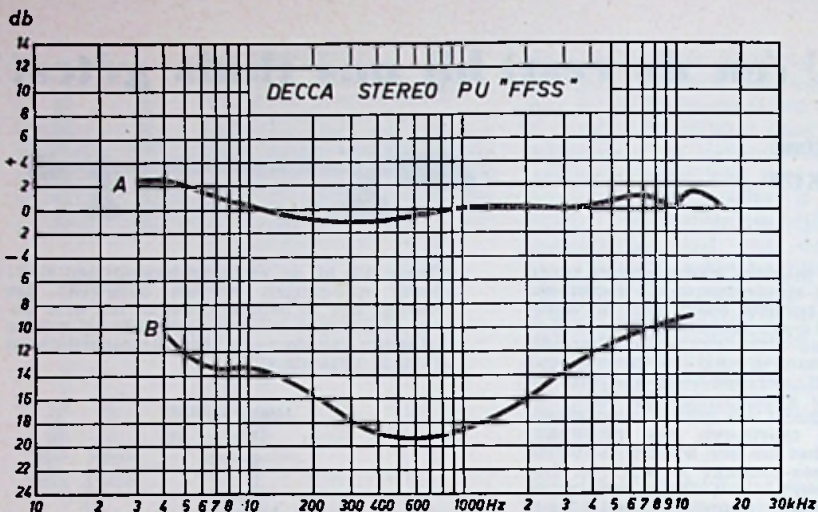

Fig. 4
Bijgaande grafiek (fig. 4) geeft de mono-weergave bij de verschillende frequenties (A), gemeten met Decca LXT 5346.